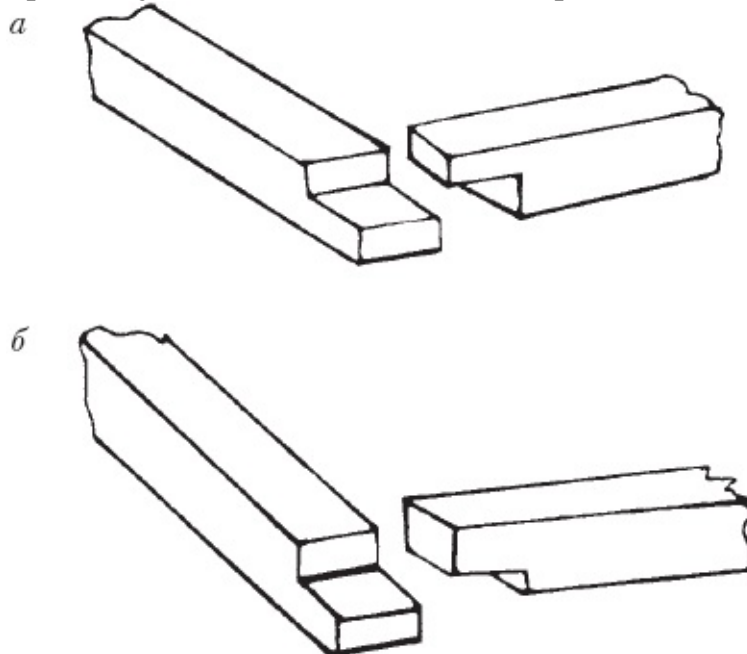

Рисунок 16. Соединение брусьев нижней обвязки: а – в полдерева; б – «в лапу»
1. Укладка нижней обвязки, для чего на концах бруса сечением 150 Ч 00 мм выполните выборку для их стыковки и фиксации. При этом можно прибегнуть к соединению вполдерева или «в лапу» (рис. 16).